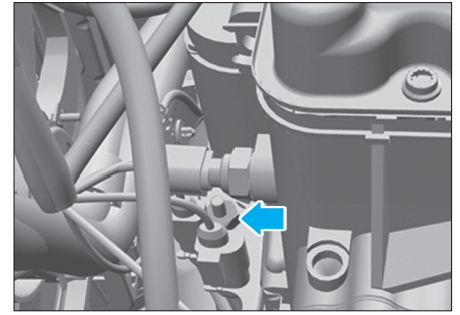

FIG. 16
- Desserrer les écrous du support (Fig.16).